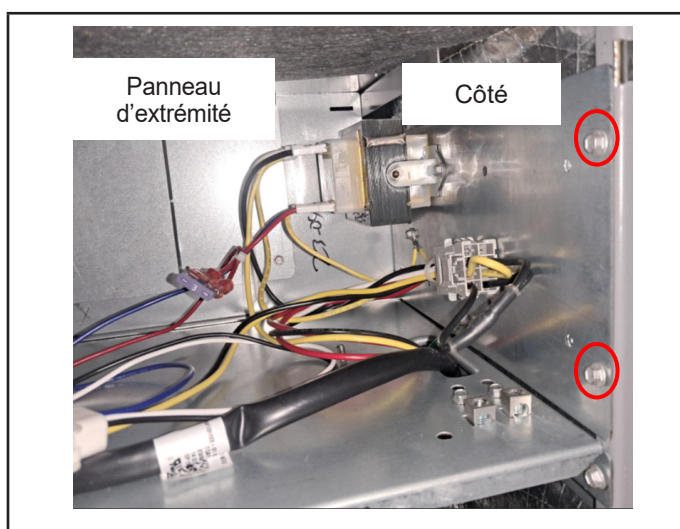

FIGURE 21. Connexions électriques (configuration ascendante)
Pour éviter que l'humidité n'endommage le contrôleur dans certaines configurations de refoulement par la droite, déplacez le panneau du contrôleur jusqu'au panneau d'extrémité, comme illustré à la FIGURE 21.
- 1 - Retirez les deux vis qui fixent le panneau du contrôleur à l'enceinte. Reportez-vous à la FIGURE 21. Faites glisser le panneau vers l'extérieur.